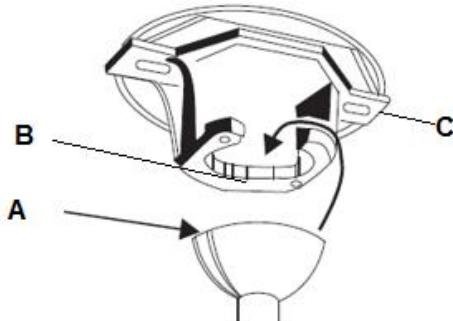

Fig. 6
Alce el conjunto del ventilador para fijarlo en el soporte de montaje. Asegúrese de que la ranura de llave (A) de la bola de suspensión esté posicionada sobre la clavija de llave (B) del soporte de montaje (C) para evitar la rotación del ventilador cuando esté funcionando. (Fig. 6)
- Cuelgue el ventilador (consulte «Cómo colgar el ventilador» en la Fig. 6 de la página 6).